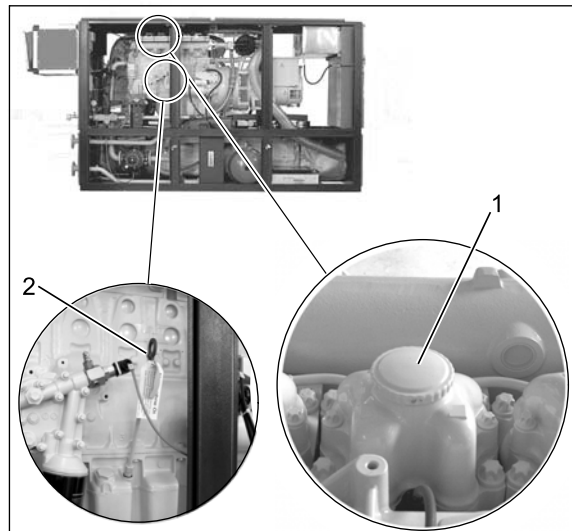

Рис. 3 Заливной патрубков для смазочного масла на крышке головки цилиндра и щуп для определения уровня масла.
- Залить моторное смазочное масло через заливной патрубков на головке цилиндра (Рис. 3, поз. 1).
- Проверка уровня моторного масла: Щуп для определения уровня масла (Рис. 3, поз. 2)